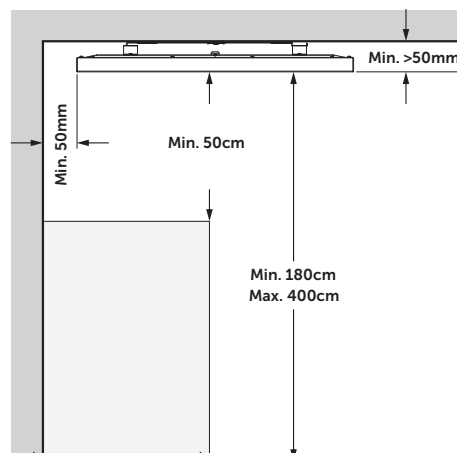

Fig. 1
- Coloque el panel desde la parte superior en el techo suspendido, tal como se muestra en la Fig. 1.